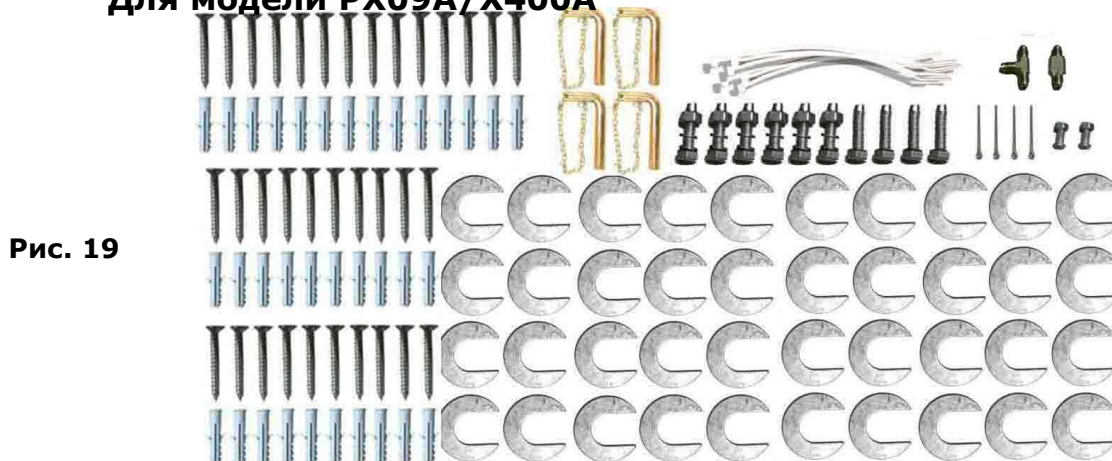

Рис. 19
4.2 Расходники для заглубляемой установки (См. Рис.19, Рис.20)